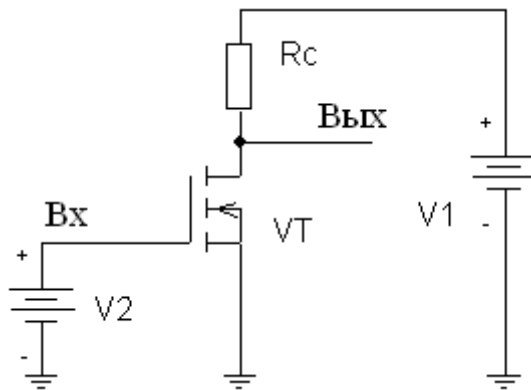

Рис. 3. Рабочая схема инвертора с резистивной нагрузкой
- В операционной системе «Windows» под управлением программы «Schematics» собрать схему инвертора с резистивной нагрузкой (рис.3).